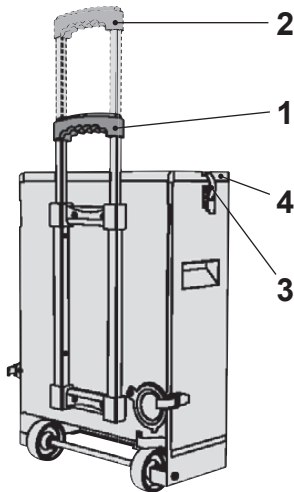

Bild 05
4. Zum Anheben der Aschebox bringen Sie den ausziehbaren Griff in die erste Position (1, Bild 05), bis er einrastet, und greifen Sie mit der zweiten Hand unter die Aschebox. Wenn Sie die Aschebox ziehen, bringen Sie den ausziehbaren Griff in die zweite Position (2, Bild 05), bis er einrastet.
5. Öffnen Sie zum Entleeren die beiden oberen Spannverschlüsse (3, Bild 05) und entfernen Sie den Deckel (4, Bild 05).